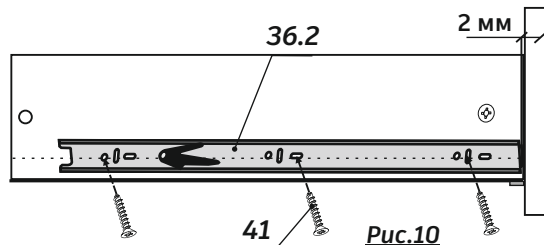

Рис.10
2. Приложить направляющую к каждой боковой стенке ящика так, чтобы центры отверстий направляющей совпали с линией на боковой стенке ящика, выдержав размеры, показанные на рис.10
3. Крепить направляющие к каждой боковой стенке ящика шурупами 3,5х16 (п.41) – 3 шт (см. рис.10).